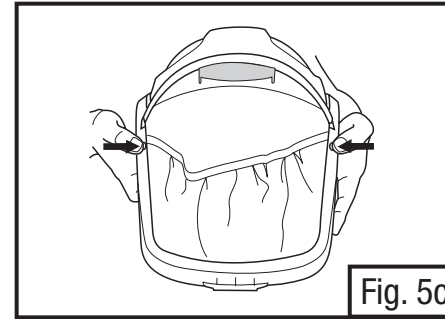
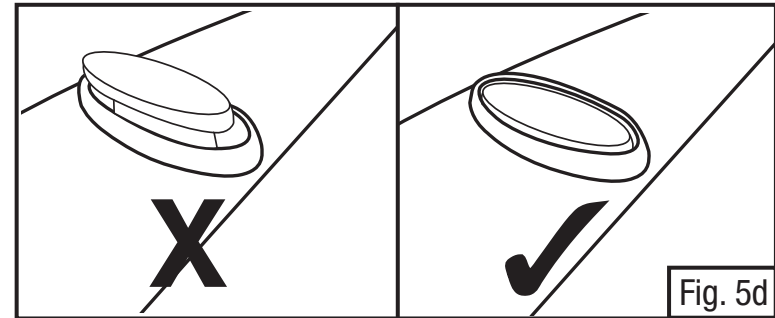

Fig. 5c
Fig. 5d
- Appuyer sur les boutons du cadre de la visière pour verrouiller la visière en place. Lorsque les boutons s'enclenchent dans le cadre, un dé clic devrait se faire entendre (Fig. 5c). S'assurer que les boutons de la visière sont fixés fermement et à **égalité** avec le cadre de la visière (Fig. 5d). Si les boutons ne sont pas à égalité avec le cadre, les retirer et les insérer à nouveau.